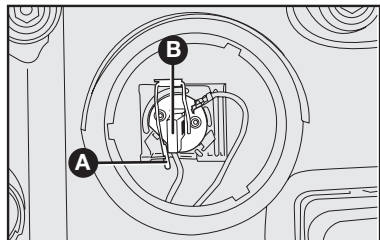

fig. 36
2) Soltar o conector **B-fig. 36**;
3) Apertar para baixo a presilha **A-fig. 36**, abrindo-a lateralmente;
- 5) Posicionar a nova lâmpada em seu alojamento, reenganchar a presilha de fixação **A-fig. 36** e encaixar o conector **B-fig. 36**;